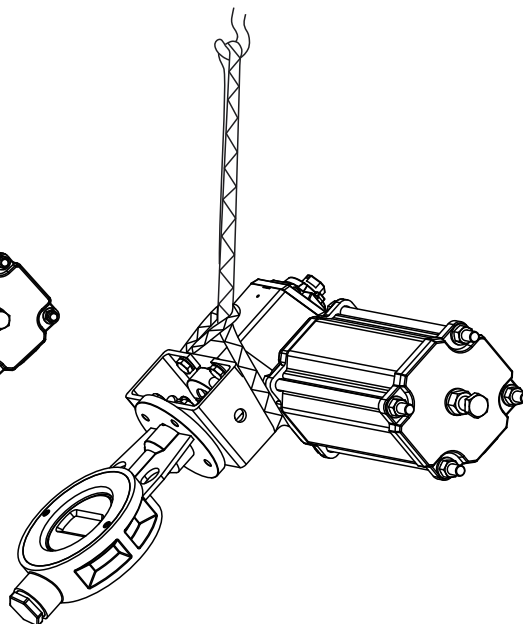

Fig. 5.1.3
3. **Vannes avec actionneur de type Soma A - SC/SO (simple effet, toutes dimensions :** À soulever en se positionnant sous l'actionneur, voir (→ Fig.5.1.3)